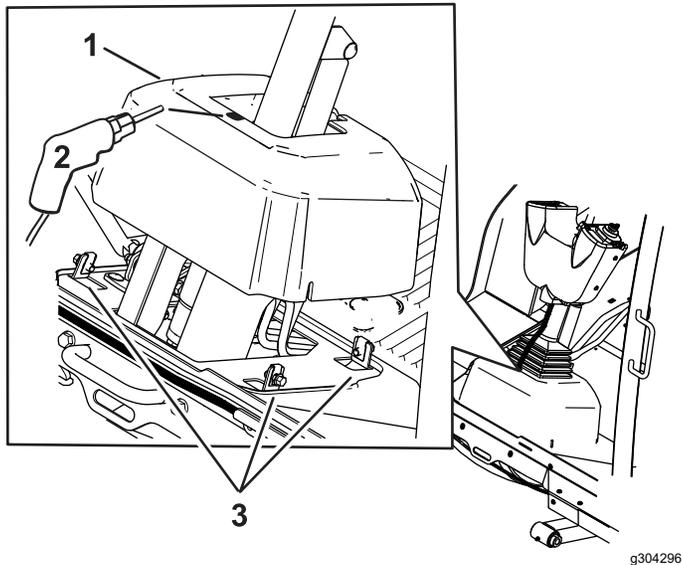

Figura 8
8. Afloje los pernos alrededor de la base de la columna de dirección (Figura 8).
9. Levante la base y perforo un orificio de 22 mm (7/8"), como se muestra en la Figura 8.